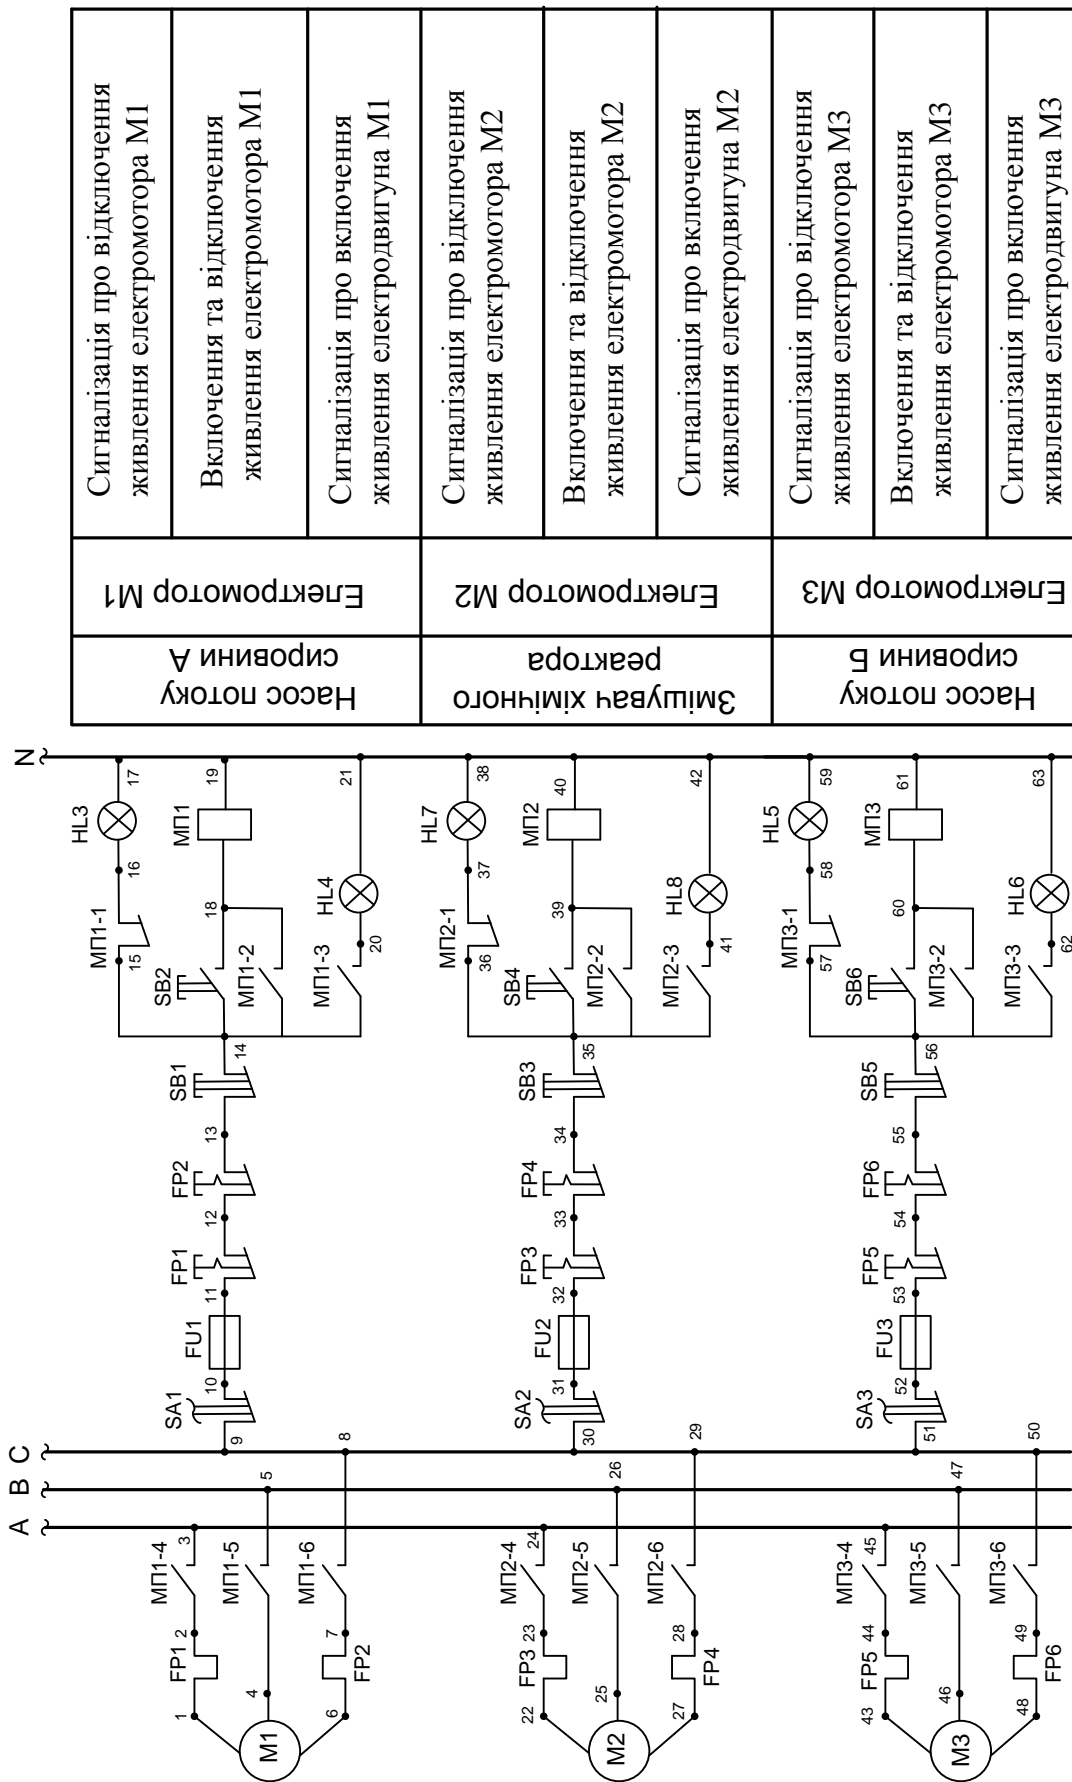

Рис. 34-1. Принципова електрична схема системи дистанційного керування електроmotorами.
**Задача № 3.** Для схеми системи дистанційного керування електромоторами, яка показана на рис. 34-1, потрібно до вказаного з'єднання або елемента принципової електричної схеми визначити відповіді на наступні запитання: